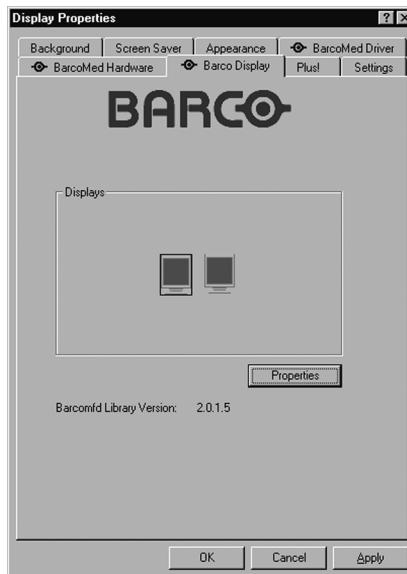

Figura 41
2. En Windows NT® 4.0, haga clic en la ficha **"BARCO Display"** (figura 41).